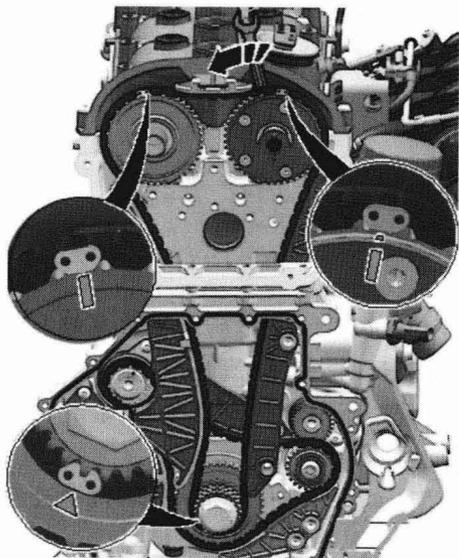

图 1-1-10
(8) 将凸轮轴正时链置于排气凸轮轴链轮上，并将凸轮轴正时链的彩色链节与链轮的标记对齐 (图 1-1-10)。
(9) 将凸轮轴正时链置于曲轴上并对齐正时标记。
(10) 用扳手转动进气凸轮轴并将凸轮